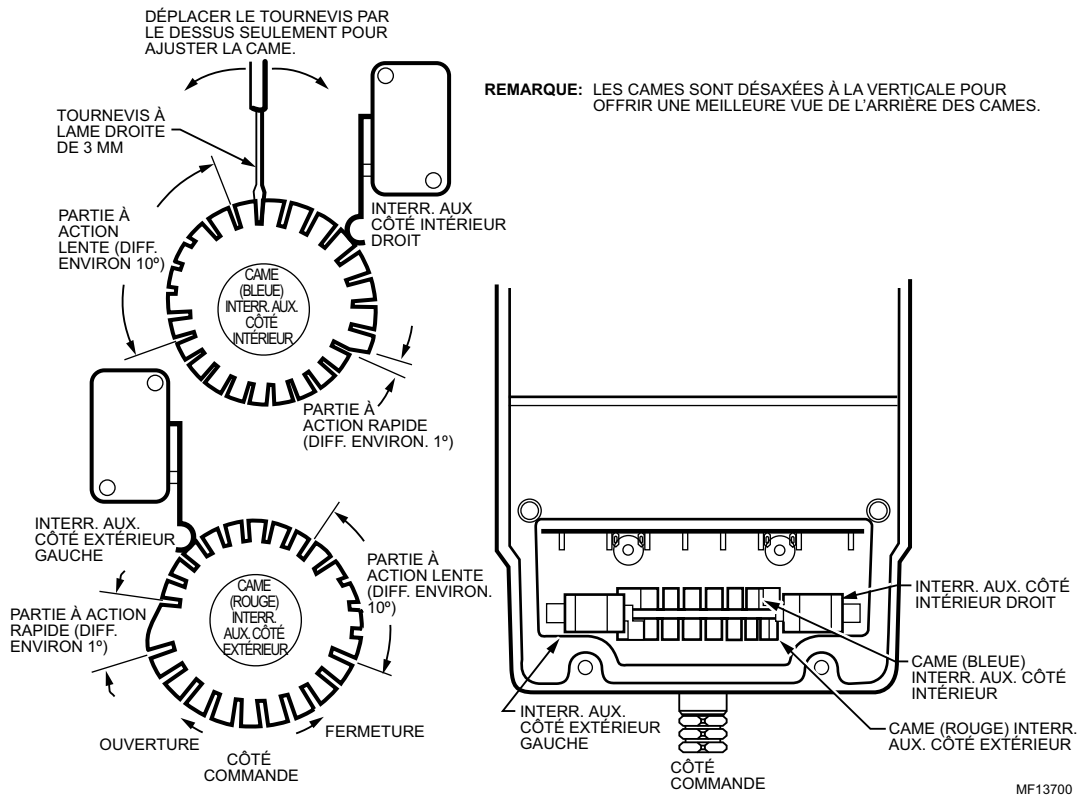

Fig. 14. Réglage de l'interrupteur auxiliaire.
1. *Insérer la lame d'un tournevis de 3 mm (1/8 po) dans une fente de la came et faire tourner le dessus du tournevis le plus loin possible dans le sens requis. Voir la Fig. 14.*